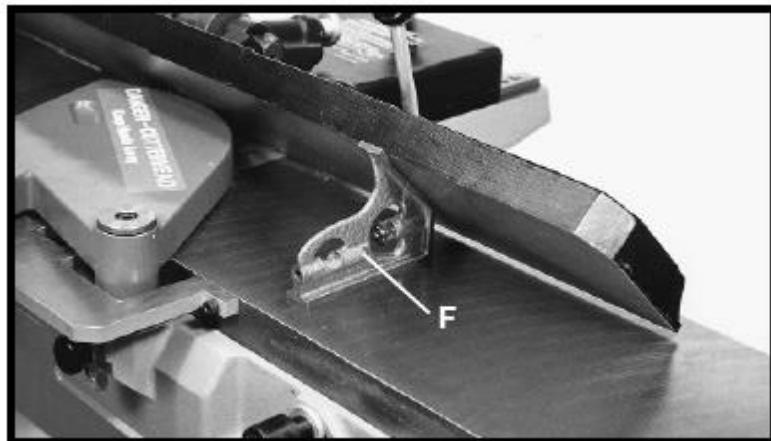
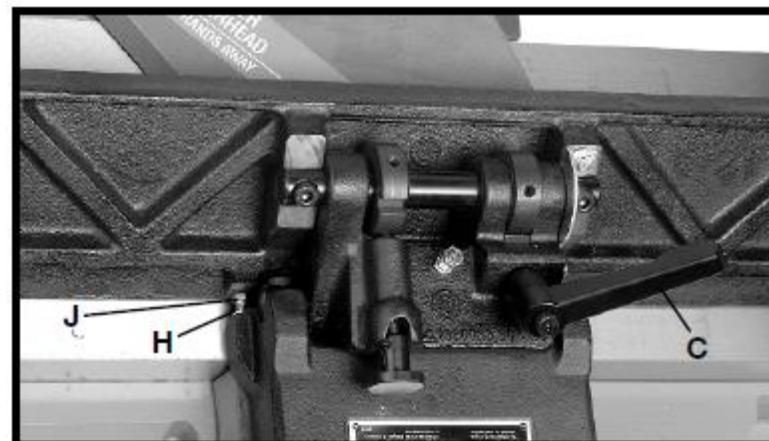

Рис. 32
Рис. 33
4. Наклонить параллельный упор как можно дальше вовнутрь и с помощью комбинированного угольника (F), рис. 32, проверить, чтобы угол наклона параллельного упора составлял  $45^\circ$ , как показано на рисунке. При необходимости в регулировке ослабить контргайку (H), рис. 33, и вворачивать или выворачивать регулировочный винт (J) до тех пор, пока угол наклона параллельного упора не составит  $45^\circ$ , и затянуть контргайку (H). Затем затянуть фиксирующую рукоятку (C).